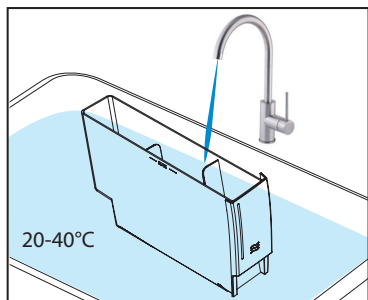

Рис. 3
3. Тщательно промойте емкость для воды чистой водой (20-40 °C). (См. рис. 3)